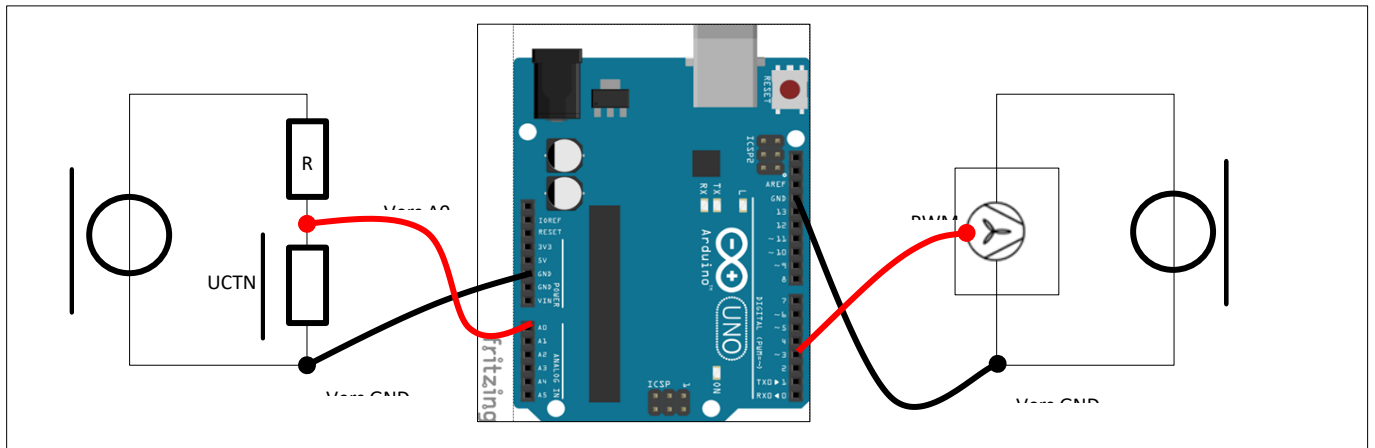

Figure 2
Le capteur de température utilisé est une CTN. On donne dans la Figure 2 son circuit de conditionnement. La tension aux bornes de la CTN est nommée  $U_{CTN}$
15. Réaliser le montage donné par la Figure 2.